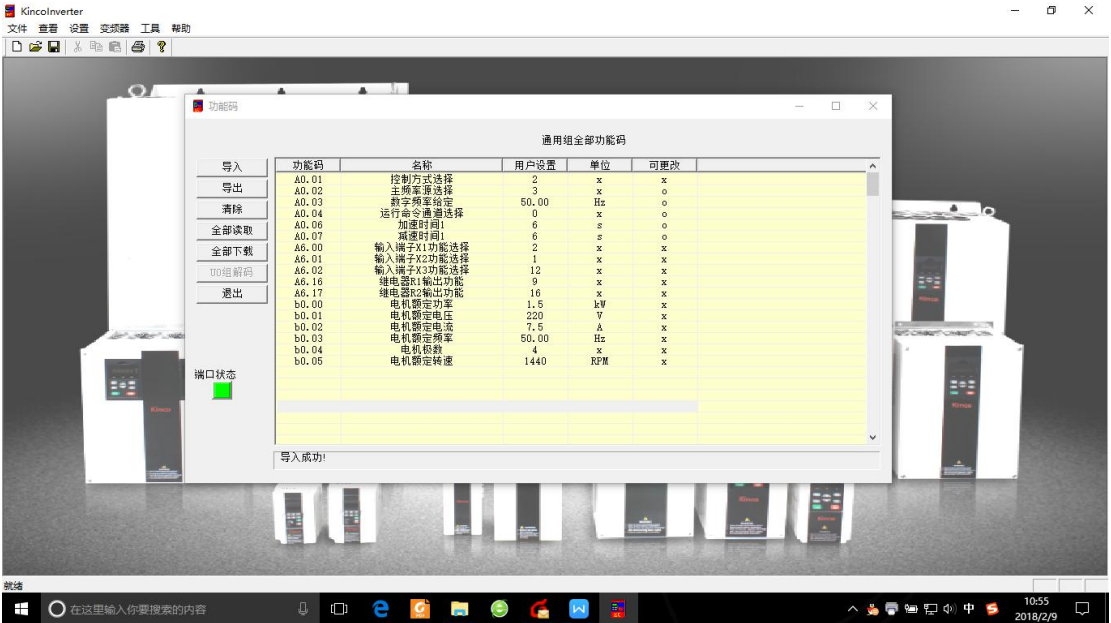

图 12
- 4、将设置好的 Excel 表格导入到变频器中，导入后见图 12